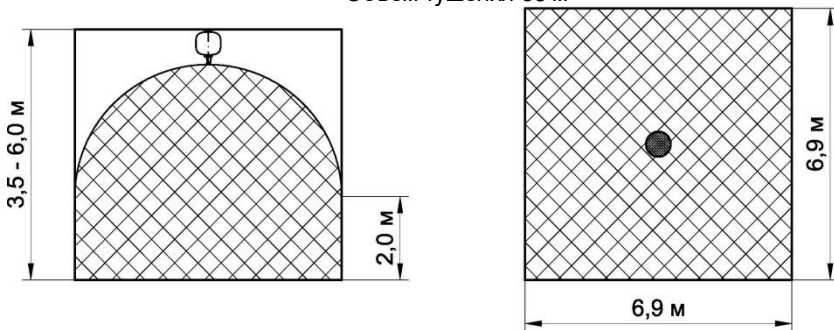

Рисунок 3 - Масштабное изображение области, в которой достигаются условия тушения
6.7 В случае защиты одного объекта несколькими модулями они размещаются равномерно по площади или объему в соответствии с огнетушащей способностью (см. табл. 1, рис. 3). Масштабное изображение области, в которой достигаются условия тушения, приведено на рис. 3.